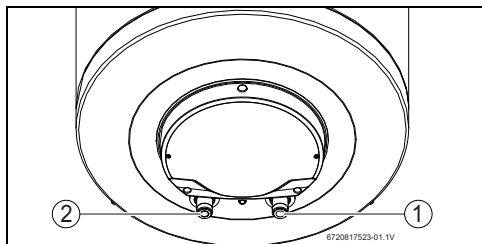

Рис. 6
- Обозначьте трубы горячей и холодной воды соответствующим образом, чтобы не перепутать их (рис. 6).